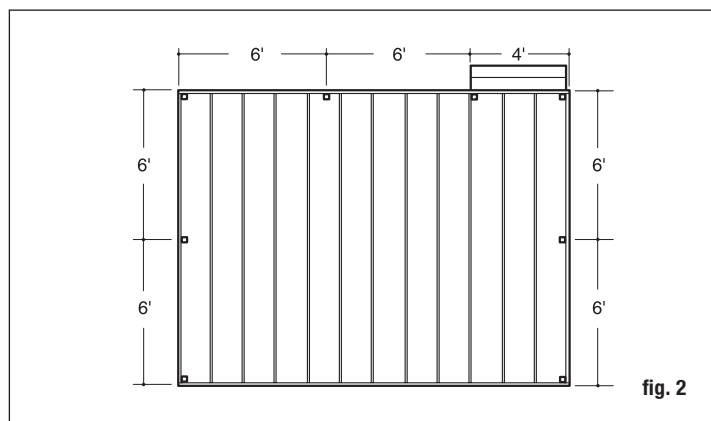

fig. 2
Paso 1 Determine el número de postes de barandal necesarios para su terraza. El espacio entre postes es de 183 cm (6 pies) entre centros o de 244 cm (8 pies) entre centros dependiendo de la longitud de barandal elegida. Ejemplo: Una terraza de 366 x 488 cm (12 x 16 pies) anexa a un edificio con una entrada de 122 cm (4 pies) en un lado necesitará en total ocho postes (fig. 2).